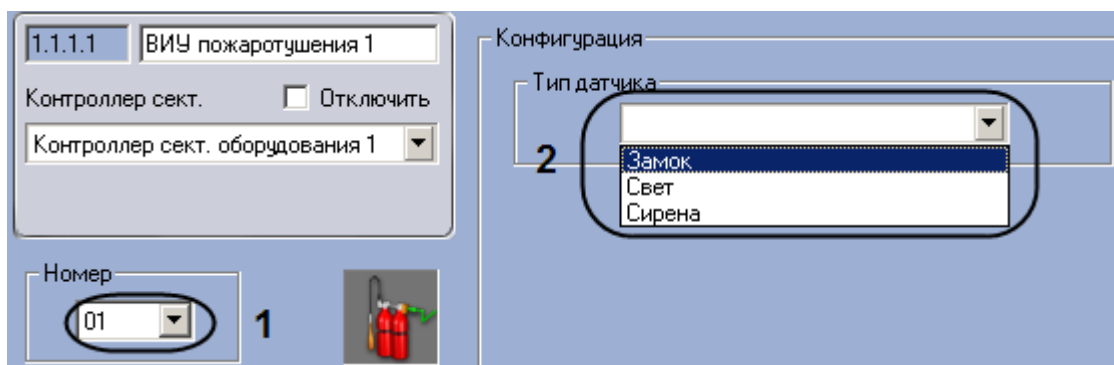

Рис. 3.6—2. Настройка ВИУ пожаротушения
2. Из раскрывающегося списка **Номер** выбрать аппаратный адрес подключения ВИУ пожаротушения (см. Рис. 3.6—2, 1).
3. Выбрать типа датчика, состоянием которого будет управлять данное ВИУ, из раскрывающегося списка **Тип датчика** (см. Рис. 3.6—2, 2).